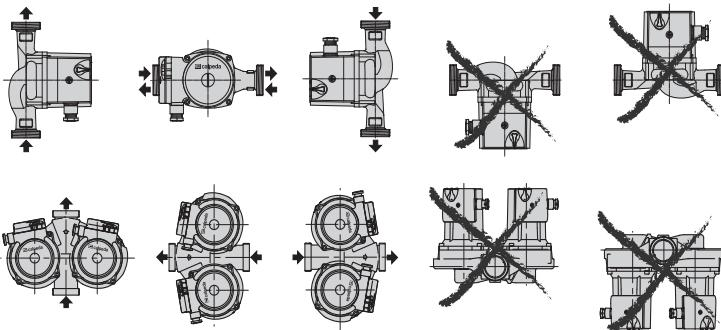

Fig. 1
Pumpen måste monteras med pumpaxeln horisontalt (fig.1).
**!** Questa fase deve essere svolta da personale tecnico esperto che abbia compreso i passaggi sotto riportati. Prima di installare la pompa assicurarsi della pulizia interna delle tubazioni. Prevedere spazio per ispezioni e smontaggi, per controllare la libera rotazione dell'albero e per lo spurgo della pompa. Prevedere saracinesche in aspirazione e mandata (prima e dopo la pompa) per consentire lo smontaggio senza svuotare l'impianto. Installare la pompa con l'asse dell'albero motore orizzontale (fig.1).